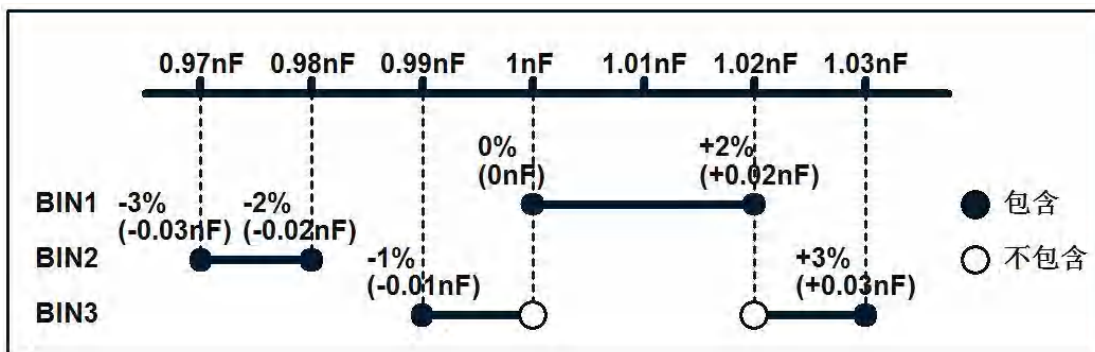

图 7-3 限制范围间的差异
- 允许限制范围之间有差异，因此用户可以设置限制范围如图 7-3 所示。